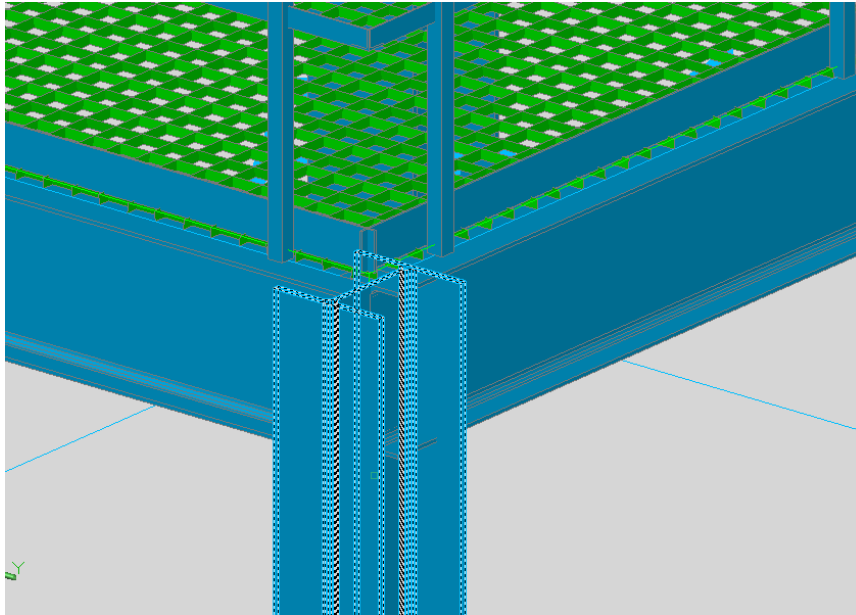

Рис. 61
- В качестве ограничивающего элемента выберите вертикальную колонну (Рис. 61).